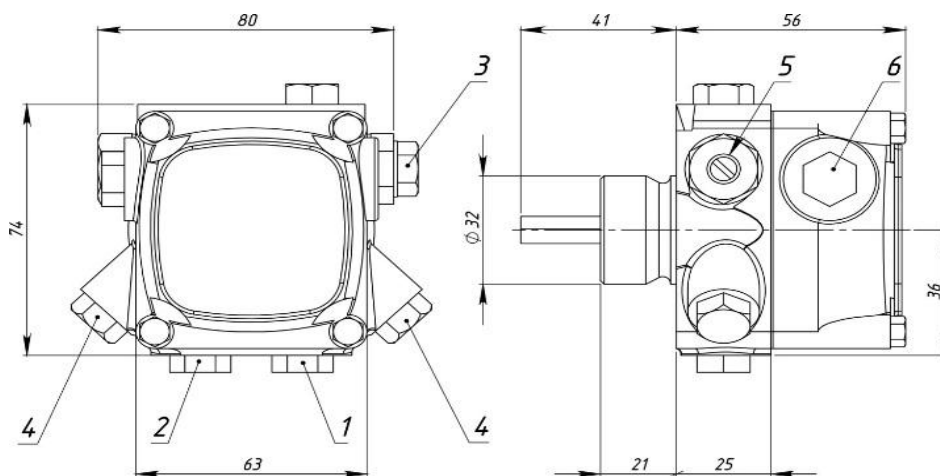

Рис. 2.
Топливный насос (Рис. 2) включает в себя корпус, в котором размещены ведущий вал с
Принцип работы топливного насоса заключается в следующем (Рис. 2): топливо через отверстие всасывания 1 и фильтр поступает к шестеренной паре, с помощью которой топливо через отверстие 3 попадает в подогреватель топлива Горелки. Блок топливный насос - электродвигатель с должны находиться непосредственно над топливным баком Рис.4. Регулировка давления нагнетания производится путем измерения степени сжатия пружины поршня с помощью винта регулятора давления 5.
- присоединить плавающий топливозаборник ( в составе: топливный шланг 2 м, обратный клапан, сетчатый фильтр, поплавок) к штуцеру всасывания топливного насоса (Рис.2 поз.1) и обжать хомутом. При опускании в топливный бак топливозаборник должен быть на 100-200 мм выше дна бака. Если топливозаборник слишком длинный отрежьте его. **Внимание удлинять шланг топливозаборника запрещено.**